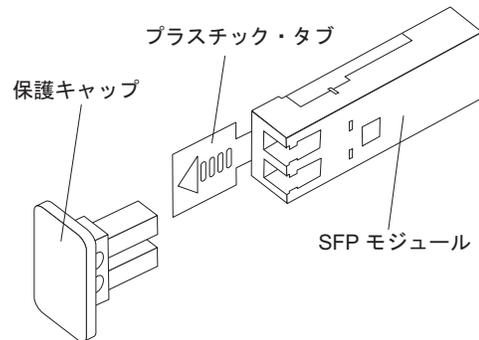

図 23. SFP モジュールおよび保護キャップ
2. 図 23 に示されているように、SFP モジュールから保護キャップを取り外します。将来の利用に備えて、保護キャップを保管しておきます。
2. 必要があれば、47 ページの図 23 に示されているように、SFP モジュールから保護キャップを取り外します。将来の利用に備えて、保護キャップを保管しておきます。